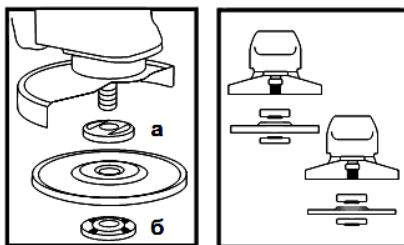

Рисунок 2
4.4 Установите на изделие шлифовальный либо отрезной диск. Для этого нажмите на кнопку фиксации шпинделя (1) и проверните шпиндель до такого положения, при котором он зафиксируется. С помощью вилочного ключа из комплекта изделия отверните и снимите зажимную гайку (б) (смотрите рисунок 2). Установите шлифовальный диск на посадочное место фланцевой шайбы (а) (рисунок 2), наживите рукой зажимную гайку на шпиндель и затяните ее ключом из комплекта изделия.